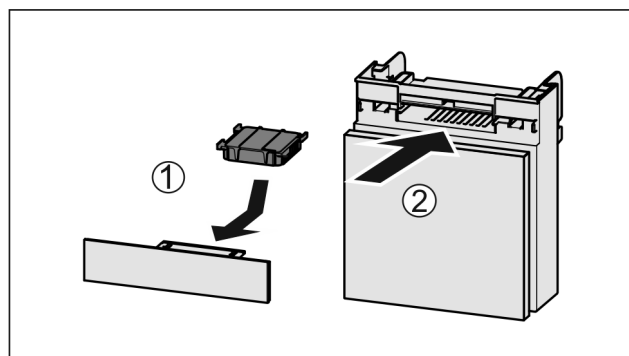

Fig. 103
- ▶ Insérer le filtre à charbon actif d'après le schéma Fig. 103 (1).
- ▶ Insérer le compartiment Fig. 103 (2).